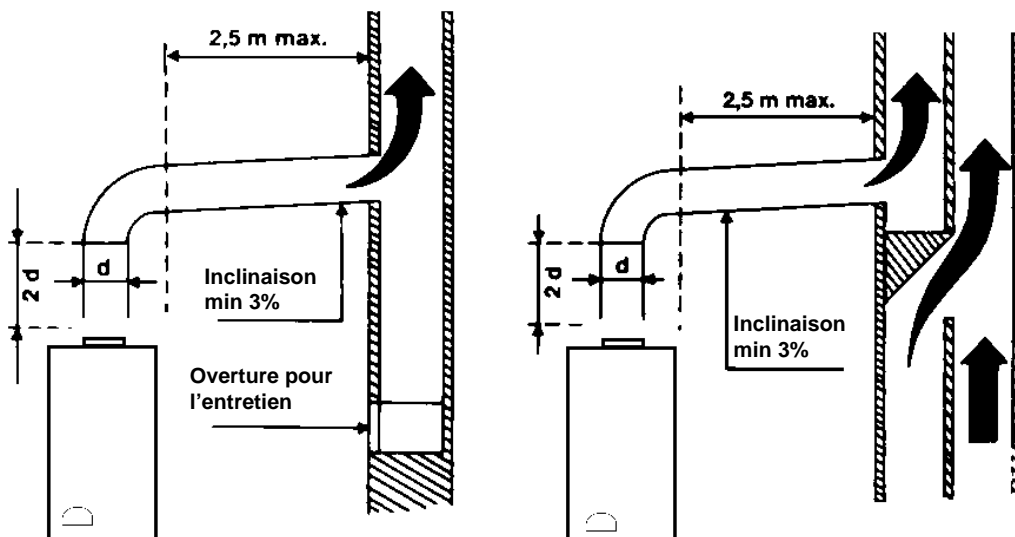

Fig. 2-6
- avoir après le bout vertical, pour le reste de la longueur, une inclinaison vers le haut, minimum de 3%. La part sub- horizontale ne doit avoir une longueur supérieure à  $1/4$  de la hauteur efficace H de la cheminée ou du tuyau de fumerie, et donc ne doit avoir une longueur supérieure à 2,5 m (voir fig. 2-6) à moins que les normes UNI en vigueur n'aient une autre méthode de calcul;